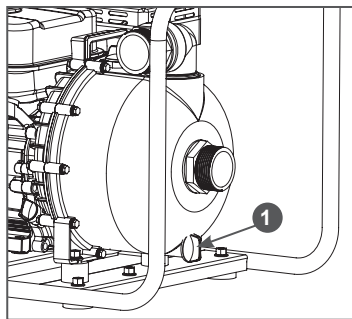

Рис. 14 Расположение пробки отверстия для слива жидкости из корпуса насоса
- Открутите сливную пробку и слейте жидкость из корпуса насоса в отдельную емкость. Пробка 1 отверстия для слива воды из корпуса насоса находится в нижней части насоса под впускным (всасывающим) фланцем (Рис. 14).